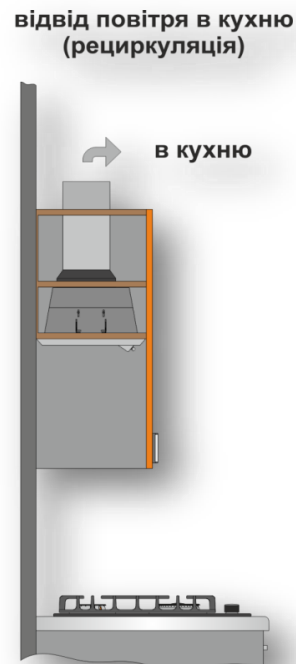
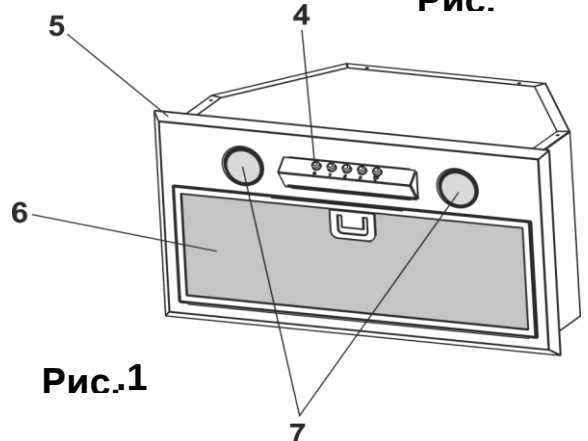

Рис.2
Рис.1
- **в режимі рециркуляції (замкнута кругова циркуляція повітря на кухні)**, коли витяжка не підключається до димоходу, а повітря проганяється через жироуловлюючий алюмінієвий (**в комплекті**) та запахопоглинальний вугільний (**купується окремо**) фільтри і повертається назад в кухню – (**рис.2**).
в режимі рециркуляції (замкнутий круговий обіг повітря в кухні) (**рис.2**).
6.1 Оберіть режим роботи (**рис.1 / рис.2**) і місце для встановлення витяжки.